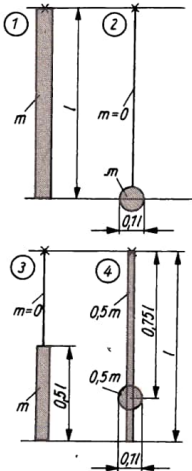

Bild 86
- 10.16** Berechnen Sie die Frequenzen der verschiedenen physischen Pendel nach Bild 86 für jeweils kleinen Ausschlag. Die Gesamtmasse ist 500 g, die Länge 100 cm. Weitere Maße entnehmen Sie dem Bild. Der Körper am Stab (Bild 86.4) sei eine Kugel.